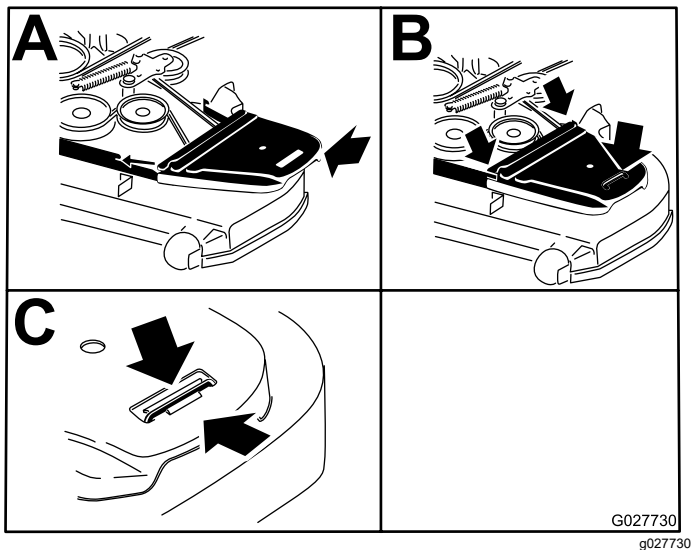

Figure 92
11. Reposez les protège-courroies (Figure 92).